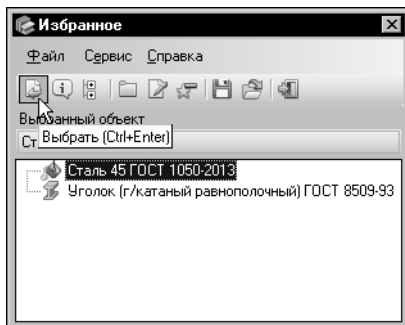

Рис. 5.3. Диалог **Избранное**
7. В дереве объектов диалога **Избранное** содержится материал *Сталь 45 ГОСТ 1050-2013*, который был помещен в классификатор **Избранное** при выполнении упражнения 3.3 на с. 15. Выделите этот объект и нажмите кнопку **Выбрать** (рис. 5.3).